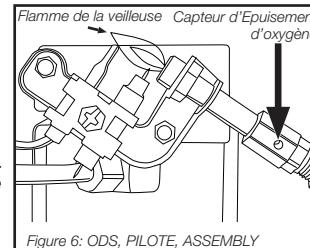

Figure 6: ODS, PILOTE, ASSEMBLY
**LES PRECAUTIONS DEVANT ETRE PRISES LORSQUE L'APPAREIL NE DOIT PAS ETRE UTILISE POUR UNE CERTAINE PERIODE:** Gardez toujours la zone de l'appareil claire et libre de matériaux combustibles, essence et autres vapeurs et liquides inflammables. Après le refroidissement du réchauffeur du magasin, arrangez-le dans un sac ayant une fermeture à glissière ou tout autre endroit exempt de poussière étanche après chaque utilisation. Gardez les zones de ventilation (fentes dans le bas et le haut à l'avant du réchauffeur) claire à tout moment. Inspectez visuellement et périodiquement la flamme du gaz pilote et le brûleur durant l'utilisation. Cette flamme de veilleuse devrait être de couleur bleue (pas jaune) et se prolonge à un thermocouple et entoure le thermocouple juste en dessous de la borne, voir figure 6. Une légère flamme jaune peut se produire lorsque la flamme de la veilleuse et la flamme principale se rencontrent. Le brûleur doit être de couleur orange vif (avec une légère couleur bleue autour du bord, une brume rouge-orange qui est visible sur la dalle de céramique est acceptable) et sans une flamme visible. Une flamme bleue qui sort au sommet de la dalle de céramique indique une accumulation de poussière, les peluches ou les toiles d'araignée à l'intérieur de l'assemblage du boîtier et l'assemblage du brûleur principal. Si la pilote est jaune ou le brûleur a une Figure 5 : «Relâchez le bouton». Figure 4 : «Adaptateur de Butane» Arbre d'Adaptateur Figure 6 Flamme de la veilleuse Capteur d'Epuisement d'oxygène JOINTS D'ETANCHEITE Mr. Heater | Portable Propane and Butane/Propane Mixture Heater 6 Operating Instructions and Owner's Manual flamme visible, le nettoyage peut être nécessaire. Utilisez la procédure suivante pour inspecter l'assemblage de boîtier et l'assemblage du brûleur principal. Il est nécessaire de vérifier périodiquement l'orifice du brûleur et le tube venturi du brûleur pour vous assurer s'il n'y a pas de nids d'insectes ou des toiles d'araignées qui peuvent s'accumuler au fil du temps. Tube. Un tube obstrué peut mener à un incendie.
3. Retirez (4) quatre vis qui fixent le couvercle arrière au réchauffeur.
5. Retirez quatre (4) vis du brûleur et la ligne de carburant de l'assemblage brûleur. Retirez le brûleur de l'arrière du boîtier.
7. Inspectez et nettoyez l'orifice du brûleur principal (filétié dans le support de l'orifice). Orifice de support est fixé au venturi du brûleur par (2) deux vis.
8. Inspectez et nettoyez la pilote (monté sur support) en utilisant un aspirateur ou en appliquant une pression d'air à travers les trous dans la pilote indiquée par les flèches sur la figure 6. **AVERTISSEMENT:** N'utilisez jamais d'aiguilles, de fils, ou d'objets cylindriques similaires pour nettoyer la pilote afin d'éviter des dommages sur l'orifice calibré qui contrôle l'écoulement de gaz.